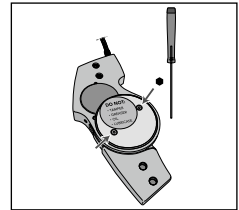

Fig. 4
2. Utilisez la clé Allen fournie pour dévisser les deux vis de la plaque de couverture médiale (en acier inoxydable) et pour l'enlever (**Voir Fig. 4**).